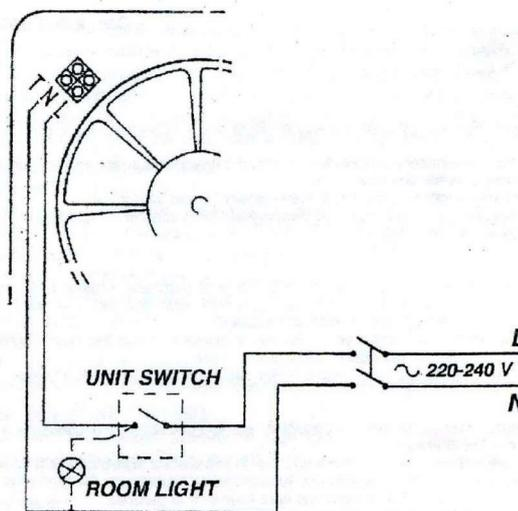

Fig. 5
- 4) Effettuate il collegamento elettrico al morsetto (fig. 5) e fate passare il cavo di collegamento nell'apposito fermacavo (Fig. 3E); il cavo deve uscire dalla parte bassa dell'apparecchio.
- 5) Make electrical connection (fig. 5) between the fan connector and the supply, ensuring that the cable passes through the cable clamp (Fig. 3E). The electricity supply cord must be at the bottom.
- 3) Die Kabeleinführung muss stets unten liegen (Abb. 5).
- 5) Udfør den elektriske forbindelse mellem ventilatorens el-tilslutninger og elforsyningen ifølge diagrammerne (fig. 5). Det skal sikres at ledningen aflastes (fig. 3E). Den elektriske tilslutning skal føres ud gennem ventilatorens bund.